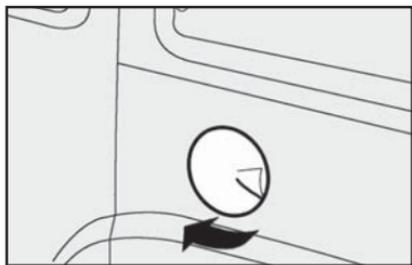

fig. 128
1) Abrir a portinhola de acesso à tampa fig. 128.
Para as versões equipadas com a porta lateral corredeira esquerda existe um dispositivo automático de segurança que impede a abertura da porta quando a portinhola de acesso a tampa do bocal de combustível fig. 128 estiver aberta.
Não abra a portinhola de acesso a tampa do bocal de combustível fig. 128 com a porta lateral corredeira esquerda aberta, pois a porta poderia mover-se e danificar a carroceria.